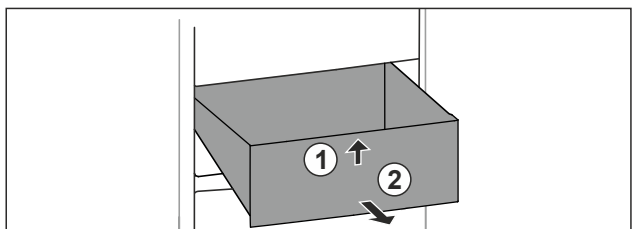

Fig. 71
- ▶ Nadzvedněte zásuvku vpředu. Fig. 71 (1)
- ▶ Vyjměte zásuvku dopředu. Fig. 71 (2)